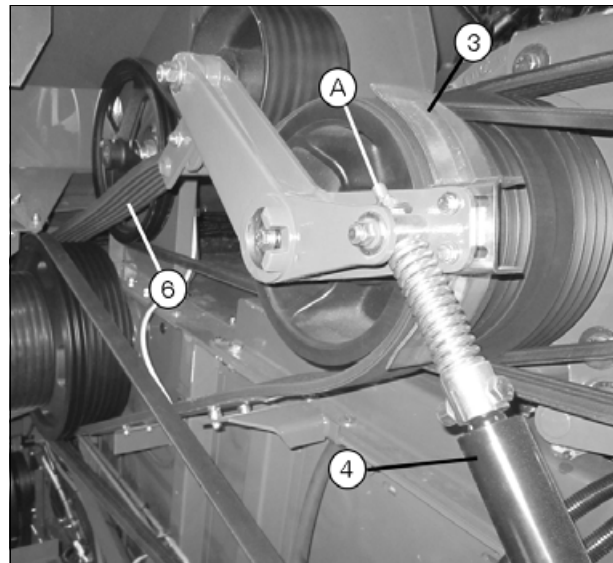

Рис. 4.
- Замените ремень и выполните сборку в обратном порядке рис. 4.